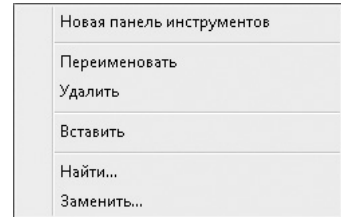

Рис. 1.25. Контекстное меню пункта Панели
1. В области **Адаптации: Все файлы** найдите пункт **Панели**. Щелкните на нем правой кнопкой мыши и выберите в появившемся меню (рис. 1.25) пункт **Новая панель инструментов**.